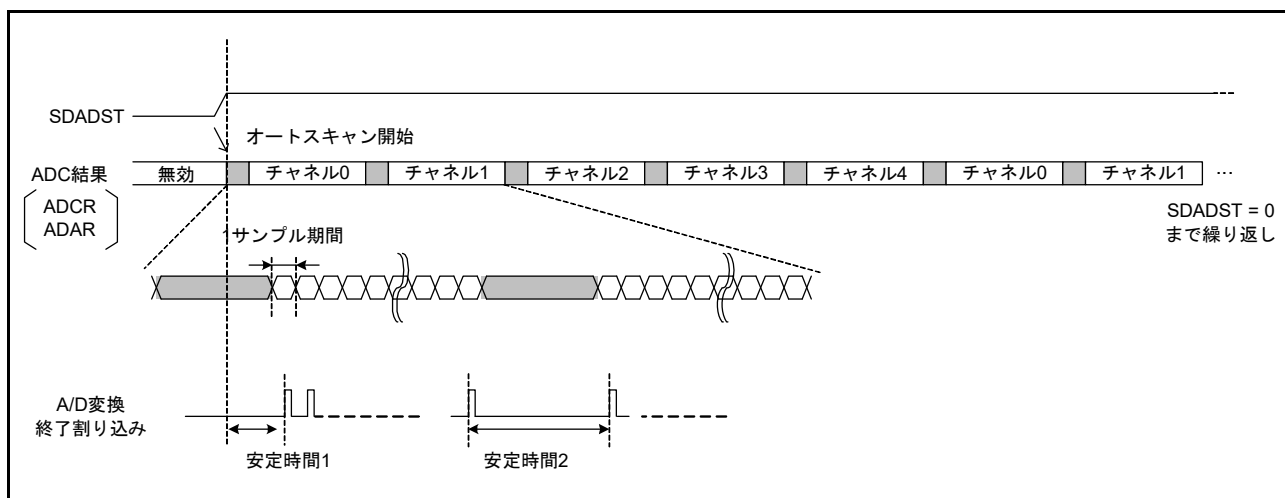

図 33.12 オートスキャンシーケンス
- 安定時間 1 — ADC2.SDADST ビットの立ち上がりから A/D 変換終了割り込みまでの時間。図 33.12 の安定時間 1 を参照してください。
- 安定時間 2 — チャンネル切り替え前の最後の A/D 変換終了割り込みからチャンネル切り替え後の最初の A/D 変換終了割り込みまでの時間。図 33.12 の安定時間 2 を参照してください。